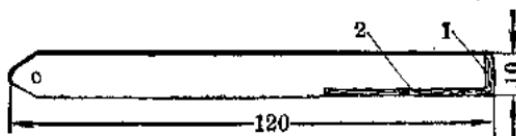

图 1
(图 1), 以便削芽或切接用。
2. 把锯条另一头磨成 $60^{\circ} \sim 70^{\circ}$ 角如图 1 中的另一头，并把尖角磨圆，以便撬皮用。